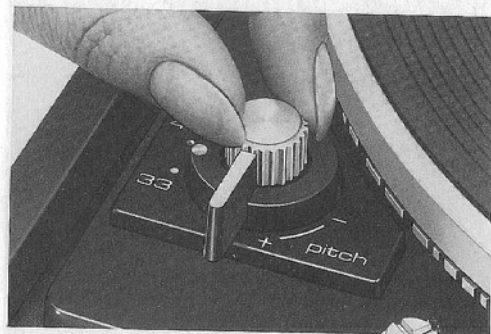

Fig. 23
Jede der beiden Normdrehzahlen $33 \frac{1}{3}$ und 45 U/min kann mit der Tonhöhenabstimmung (2) variiert werden. Die Einstellung erfolgt mit dem Drehknopf „pitch“ (2) (Fig. 23). Regelbereich bei $33 \frac{1}{3}$ U/min ca. $\frac{1}{2}$ Ton (6%).